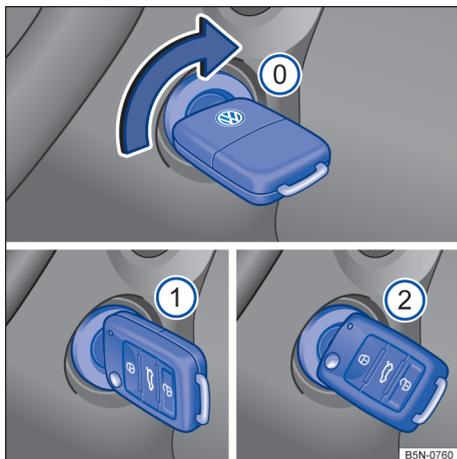

Fig. 93 Ao lado do volante, à direita: posições da chave do veículo no cilindro da ignição.
Posições da chave do veículo → Fig. 93
5.	Girar a chave do veículo no cilindro da ignição para a posição → Fig. 93 ⓪ .